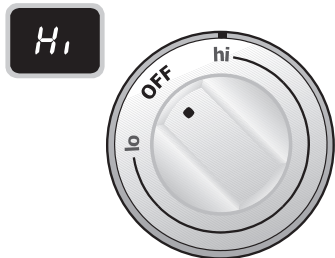

Fig. 2
2. Empuje hacia adentro y gire a la perilla de control en cualquier dirección para el ajuste deseado usando la pantalla del indicador digital ESEC (Fig. 2). Gire la perilla para regular el ajuste, si lo desea. Comience la mayoría de las operaciones de cocción en un ajuste más alto y luego gire a un ajuste más bajo para terminar de cocinar. Cada elemento superior proporciona una cantidad constante de calor en cada ajuste. Si el área de calor de color rojo se extiende más allá del borde inferior del utensilio significa que ese utensilio es **demasiado pequeño** para el área de calefacción del elemento.